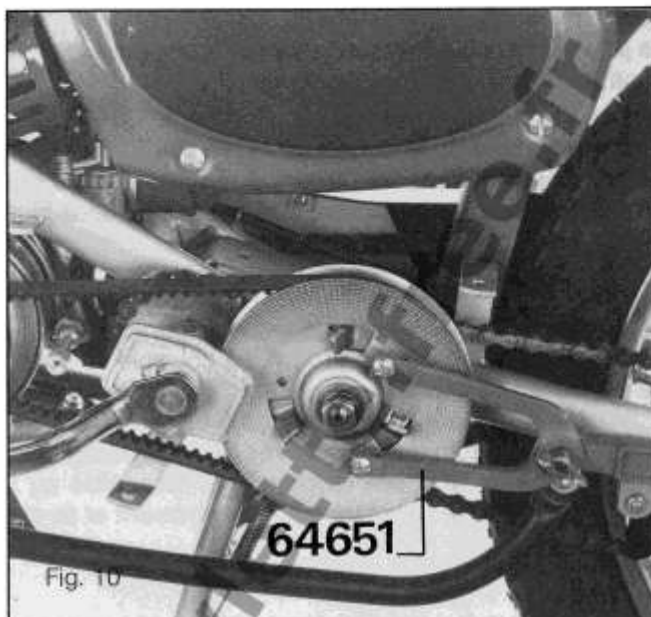

Fig. 10
- Immobiliser la poulie réceptrice avec l'outil n° 64651 (*figure 10*).